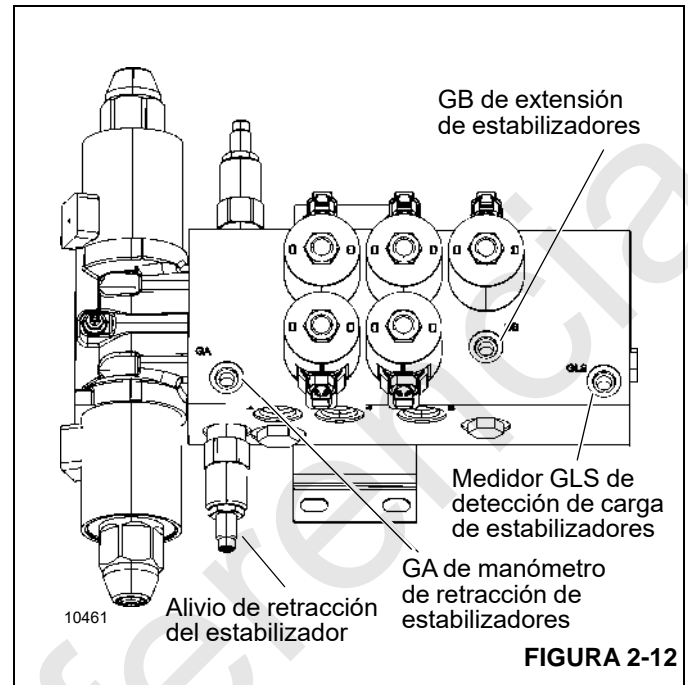

FIGURA 2-12
- Instale un manómetro con capacidad mínima de 345 bar (5000 psi) en la lumbrera para manómetro GB en el colector del estabilizador delantero. Consulte Figura 2-12.
El circuito de retracción del estabilizador tiene una sola válvula de alivio en la válvula del estabilizador delantero con un ajuste como se muestra en la Figura 2-12 y la Tabla 2-3.